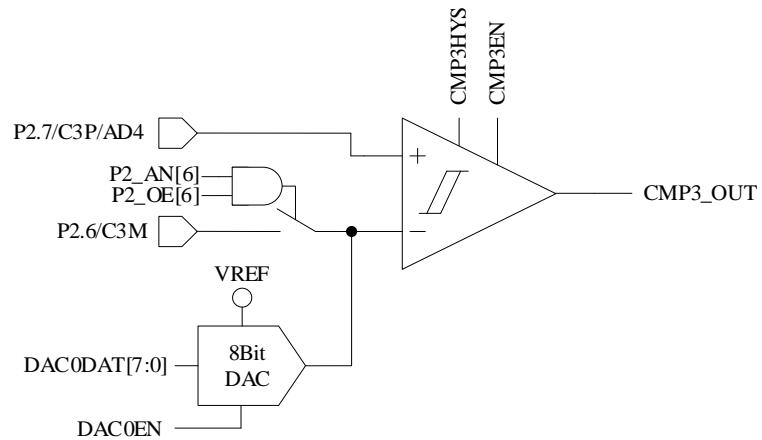

图 29-2 单比较器输入模式
- 配置  $CMP\_CR1[CMP3MOD] = 00$ ，CMP3 为单比较器输入模式，具体输入输出端口及接法如图 29-2 所示